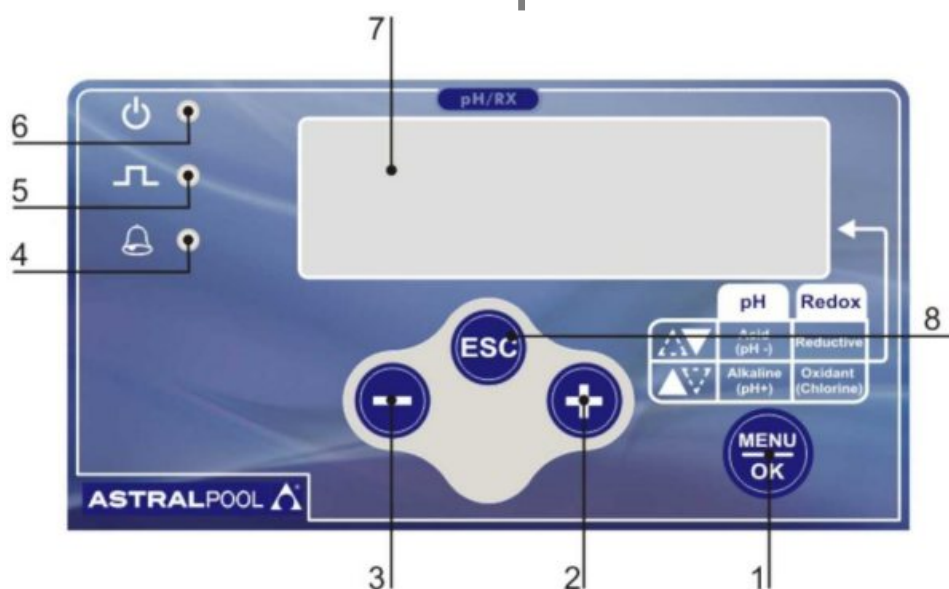

Рис. 11
Такие операции также необходимо выполнять при насосе, отключенном от установки путем переворачивания насоса на период 15-30 секунд без присоединения трубок к штуцерам: если это невозможно, необходимо снять и поставить на место головку насоса (Рис. 11), используя четыре установочных винта.
6.1 - КОМАНДЫ (Рис. 11)